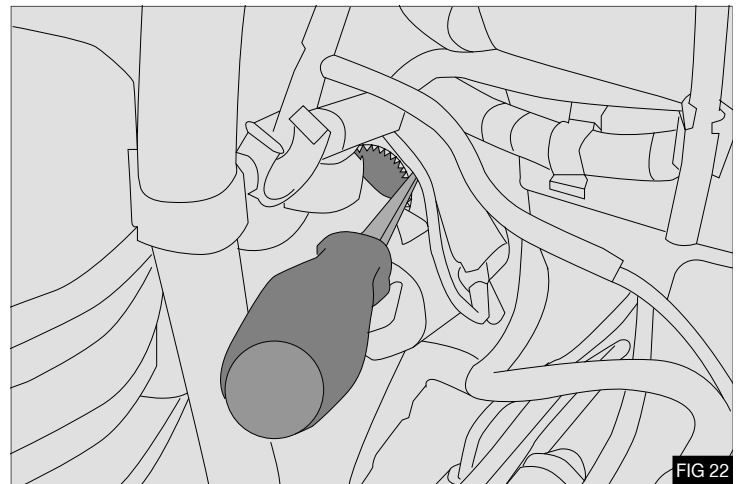

FIG 22
20. En plaçant un outil approprié (grand bras de levier) contre le volant, bloquez le moteur et dévissez le boulon fixant la poulie du vilebrequin. Mettez au rebut le boulon - Fig 22